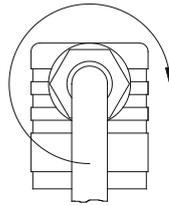

Fig. 9
- ↳ Pousser l'intérieur ⑧ jusqu'à encliquetage dans la boîte de raccordement ②.
- ↳ Enficher la vis centrale ⑥ dans la boîte de raccordement ② et serrer le passe-câble à vis ⑤ M16x1,5 (→ Fig. 9).